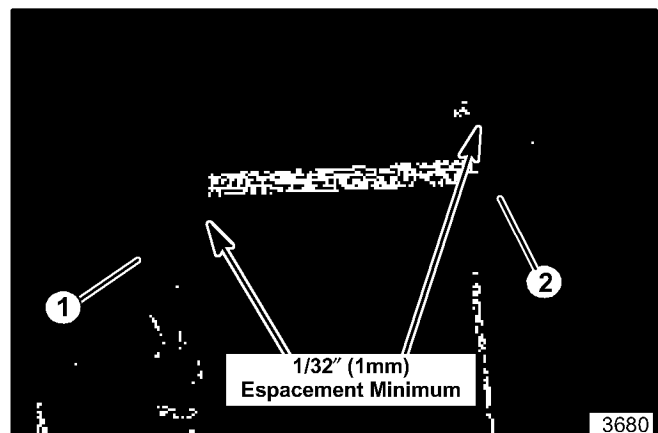

Figure 26. Intervalle entre butées de courroie
24. Désengager la manette d'embrayage. Vérifier les bouts des deux butées de courroies. Il devrait y avoir un minimum de 1 mm (1/32") entre les bouts des butées (voir la figure 26). Desserrer, si nécessaire, la plaque de pivot de poulie-guide du porte-lames et régler en conséquence.